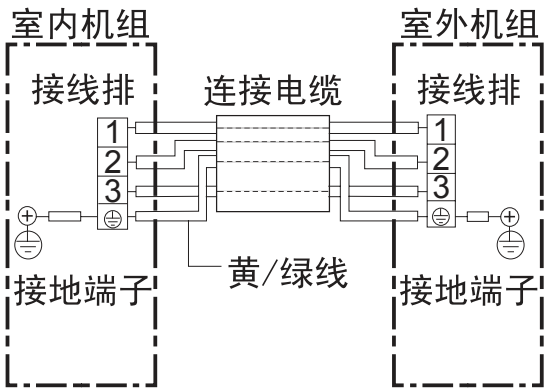

图16
- (1) 用附件 ⑧ 连接电缆按接线图示要求正确地连接室内外机组，绝对不可连接错误（如图16）
(2) 连接电缆必须用室内外机组上的电线压板压紧。
- 接地线必须根据图16所示用连接电缆中黄/绿色导线接至带有“⊕”标记的接线端子上。